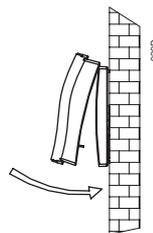

fig. 4
- riporre la morsettieria nella sua sede e richiudere il controllo remoto (fig. 4);